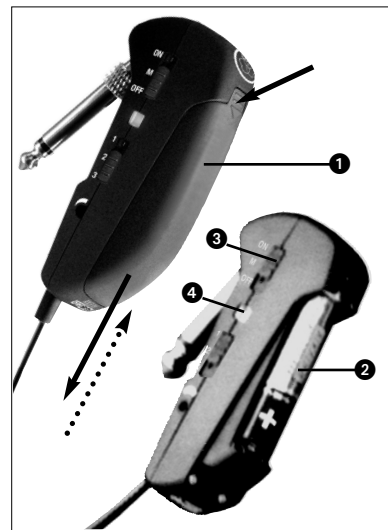

Fig. 2: Come inserire la batteria
3.1 Inserire/sostituire e testare la batteria (vedi fig. 2)
- Inserite la batteria in dotazione o una nuova (2) nello scomparto batteria come indicato nella fig. 2.
- Portate l'interruttore ON/MUTE/OFF (3) in posizione ON.